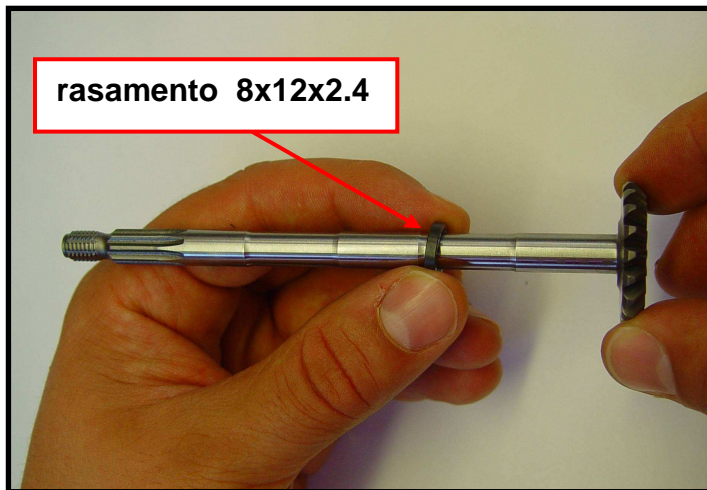
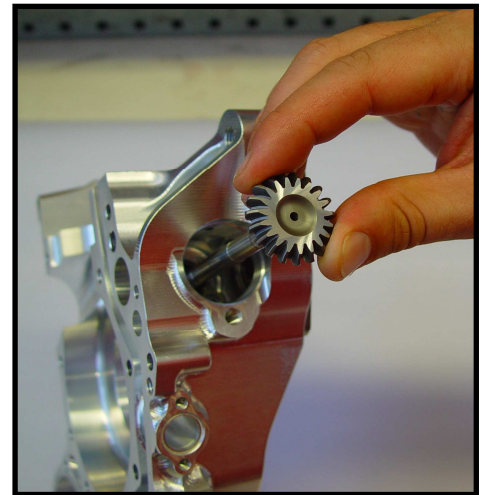

Fig. 11
Fig. 12
- 4.2)** Montare l'alberino coppia conica con un rasamento 8 x 12 da 2.4 mm (rasamento teorico). (**Fig. 11 - Fig. 12**)